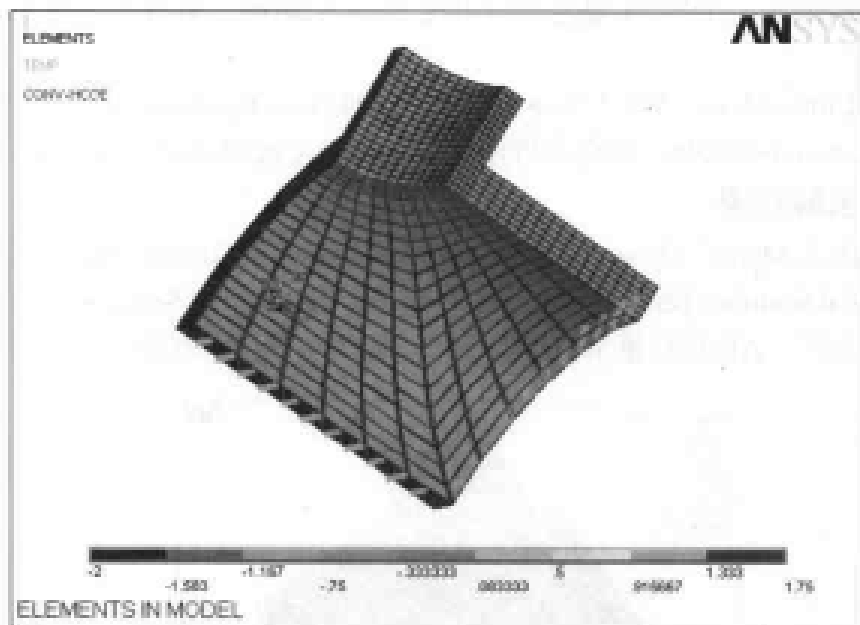

图 9-114 施加载荷后的结果显示
(14) 选择 Utility Menu | Select | Everything 命令。
(15) 选择 Utility Menu | Plot | Element 命令, 施加载荷后的结果如图 9-114 所示。